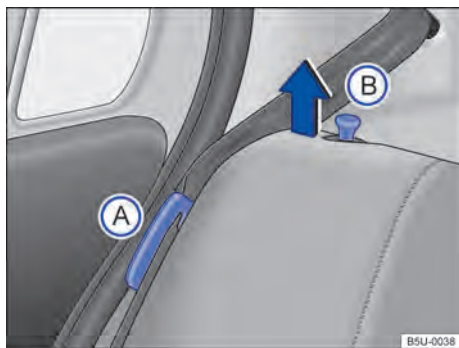
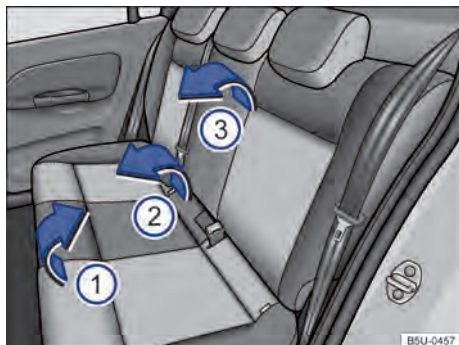

Fig. 56 Banco traseiro: posicionador do cadarço do cinto de segurança (A) e pino de destravamento do encosto (B).
Fig. 57 Banco traseiro: rebater o banco traseiro.
As figuras → Fig. 56 e → Fig. 57 ilustram, como exemplo, o procedimento para rebater o banco traseiro.
- Encaixar os cadarços dos cintos nos respectivos alojamentos no revestimento lateral → Fig. 56 (A).
- Puxar o assento pela parte da frente → Fig. 57 ❶ no sentido da seta, para cima.
- Levantar a parte traseira do assento → Fig. 57 ❷ e deslocar totalmente para a frente, de maneira que o assento fique o mais próximo possível do assoalho e do encosto do banco dianteiro.
- Puxar os pinos de destravamento → Fig. 56 (B) e, ao mesmo tempo, rebater parcialmente o encosto do banco → Fig. 57 ❸ e remover os apoios para cabeça → Página 70. Abaixar totalmente o encosto do banco traseiro.
- Encaixar os cadarços dos cintos de segurança nos respectivos posicionadores → Fig. 56 (A).
- Levantar os pinos → Fig. 56 (B) e, ao mesmo tempo, rebater parcialmente o encosto do banco traseiro → Fig. 57 ❸.